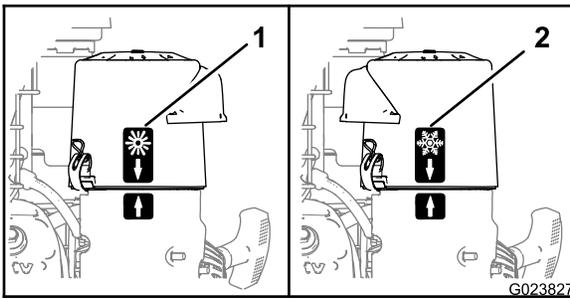

Figure 8
- À basses températures ambiantes (air froid et humidité), positionnez le flocon de neige sur le couvercle du filtre à air à l'extérieur (Figure 8).
- À des températures ambiantes normales, positionnez le soleil sur le couvercle du filtre à air à l'extérieur (Figure 8).